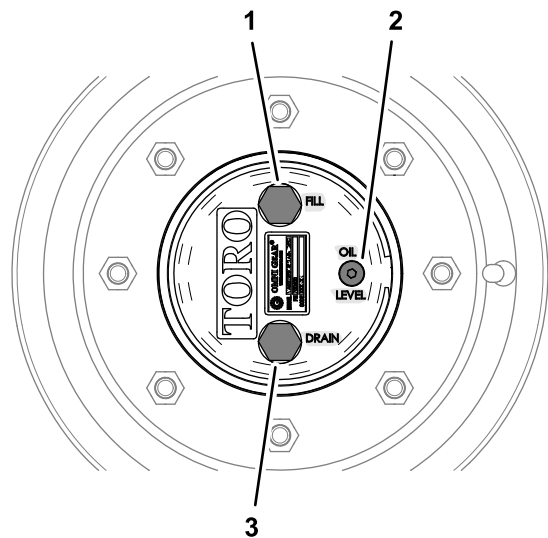

Figura 96
1. Com a máquina numa superfície plana, posicione uma roda de forma a que o tampão de enchimento fique na posição mais elevada (12 horas) e o tampão de drenagem na posição mais baixa (6 horas) (Figura 96).
de enchimento fique na posição mais elevada (12 horas) e o tampão de drenagem na posição mais baixa (6 horas); consulte Figura 96 em Verificação do lubrificante da transmissão da engrenagem planetária (página 76).